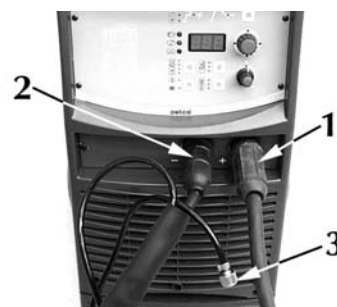

Fig. 6
- 1) Ligar o conector (Fig. 6) da pinça de terra à tomada positiva (+) do gerador.